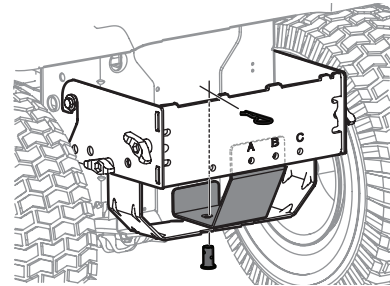

Figura 4
2. Instale el soporte de apoyo (783-08856), que se incluye con las piezas sueltas, en el conjunto de montaje como se muestra en la Figura 4. Alinee los orificios como se indica.
3. Instale el pasador de horquilla (711-0309A) del paquete de herrajes (689-02364) en el enganche del tractor, la ménsula de soporte, y el conjunto de montaje, y fije con una chaveta de horquilla (714-0117). Consulte la Figura 4.